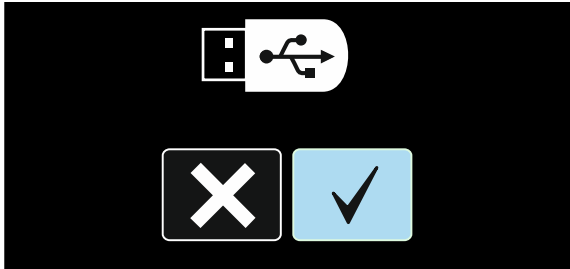

Figure 53.
- Utiliser le bouton [11] pour sélectionner l'icone de la Figure 53.